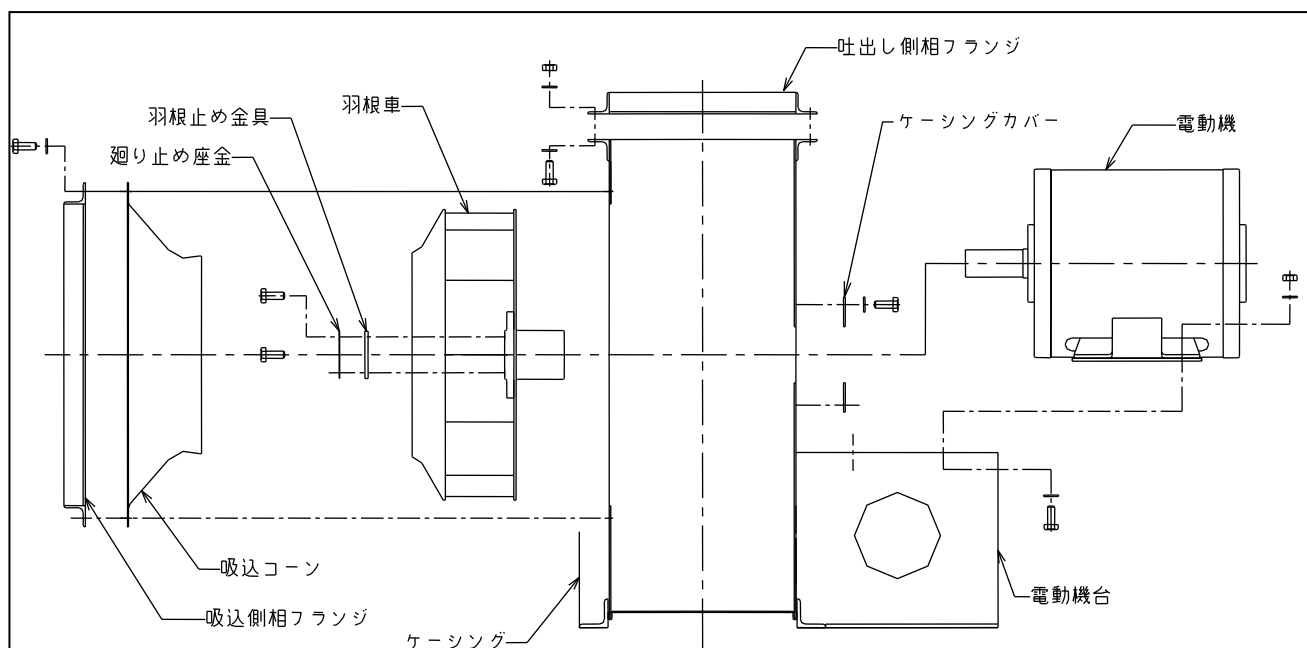

図18 SMT C2/SMTE 3型分解組立図（例）
下記に分解の手順を示します。本ファンは標準仕様ですが、特殊仕様もありますので注意して読んでください。また、図18～21を参考にしながら作業を行って下さい。
- (1) 分解した手順、どこから外した部品かなどを記録してください。
- (2) Vプーリを取外す場合は、セットビスを六角棒スパナ・ねじ回しなどでゆるめ、Vプーリ抜き（ギャプラー）で取外します。
- (3) ピロー型軸受ユニットを外す場合は、セットビスを六角棒スパナでゆるめ、ギャプラーで取外します。
- (4) ギャプラーを使用する場合は、抜くものに当て板をして傷の付かないようにすると共に、内径側（軸に近い方）の全周に均一に力がかかるようにしてください。
- (5) 再組立時に、各部品の取付位置および取付け後の寸法を分解前と同じにするために、必要に応じて合マークをつけてください。
- (6) インローや合わせ面に傷が付かないようにしてください。
- (7) S M T C 2 / S M T E 3 / S R T C 2 / S R T E 3 型は、羽根車を吸込側に抜いて取り出します。羽根車を軸から取外す場合、引抜き用ネジを利用して抜いてください。軸ナット、廻り止め用座金は先に外しておいてください。（図18, 20, 21）